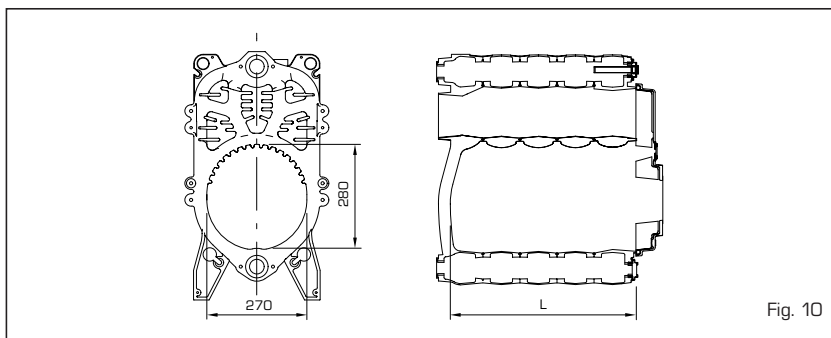

Fig. 10
3.1 DIMENSIONI CAMERA COMBUSTIONE (fig. 10)
Le dimensioni sono riportate in fig. 10. Un apposito pannello di protezione è applicato sulla parete interna della testata posteriore di tutti i modelli.